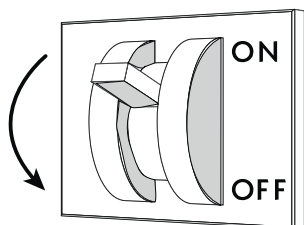

Fig. 58
- Retirar a tensão elétrica ao balcão através do interruptor seccionador geral colocado na parede ("Fig. 58").